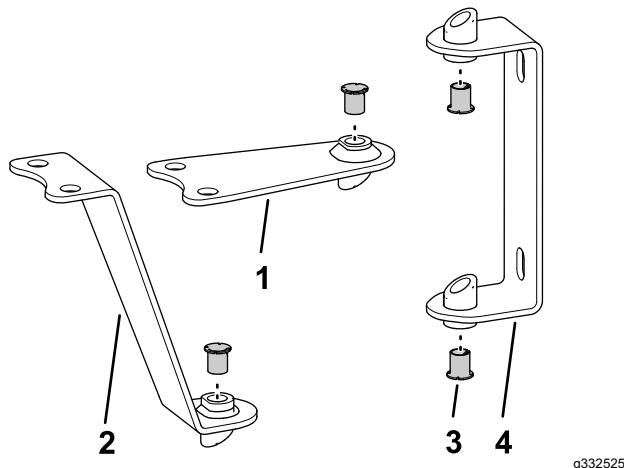
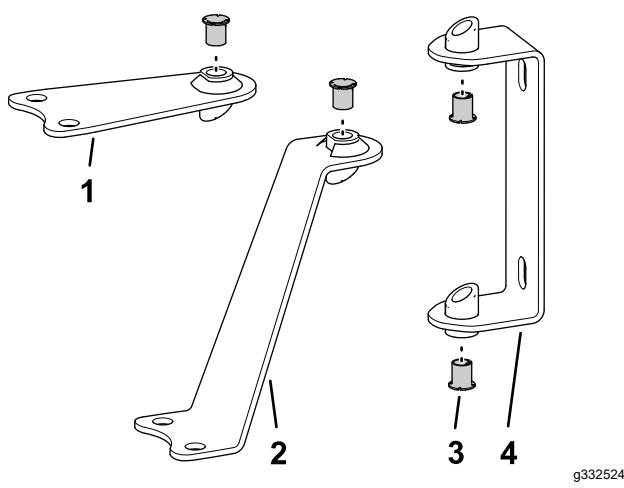

Figura 2
Figura 3
1. Disponete cerniere e cinghiette come illustrato in Figura 2 (per la barra scoperta) o Figura 3 (per la barra coperta).
2. Inserite le boccole nelle aperture del tubo saldato in cerniere e cinghiette come illustrato in Figura 2 o Figura 3.